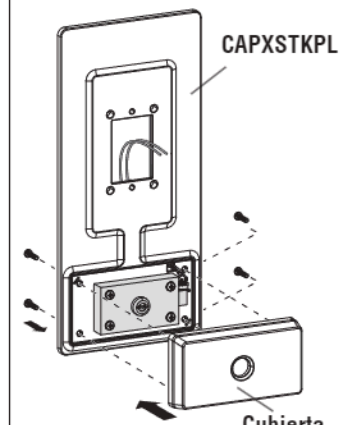

Figura 2
3. Coloque la cubierta sobre la cerradura postal. Asegúrese de que la junta de sellado esté bien asentada. (Vea la Figura 2)